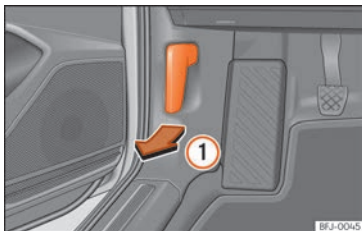

Abb. 13 Entriegelungshebel im Fahrerfußraum.
- Öffnen Sie die Tür und ziehen Sie an dem Hebel unterhalb der Instrumententafel »» Abb. 13 (1).